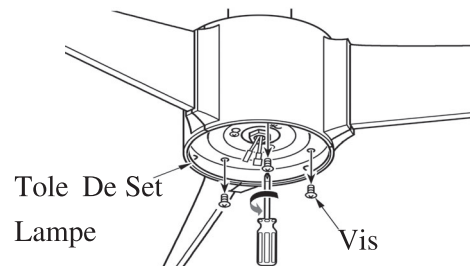

FIG.20
3. Retirez les 3 vis de la plaque du kit de lampe. (Voir fig.20)